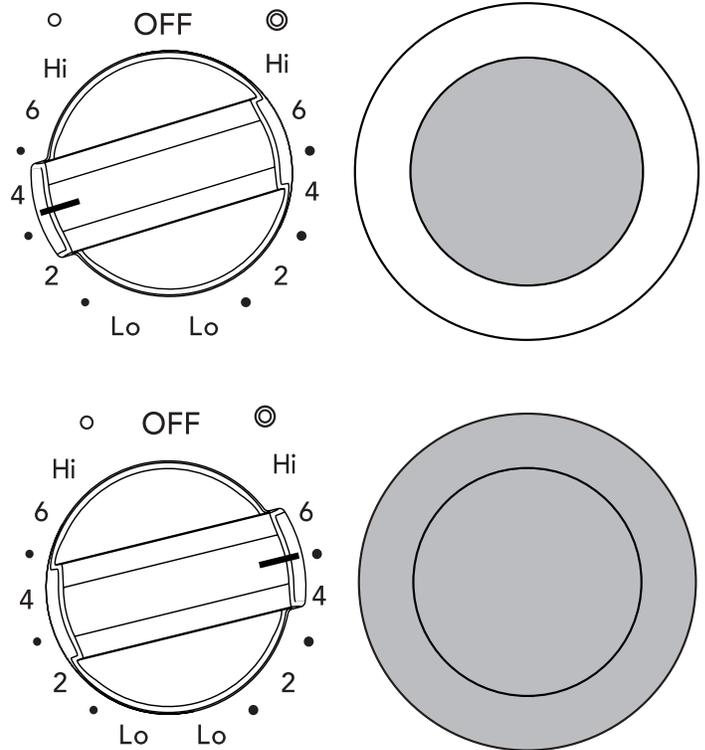

Figure 30: Ajustes de la perilla del elemento doble
2. Presione y gire la perilla de control hacia la derecha para comenzar a calentar los elementos interiores y exteriores. Si solo requiere el elemento interior para utensilios más pequeños, presione la perilla y gírela a la izquierda (consulte la Figure 30).